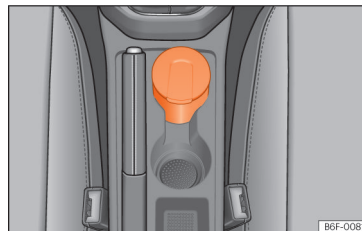

Abb. 159 Aschenbecher in der Mittelkonsole.
- Zum Öffnen des Aschenbechers heben Sie den Deckel » **Abb. 159** an.